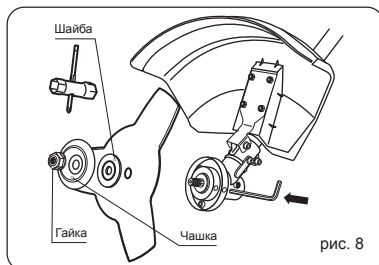

рис. 8
- Удерживая стопорный стержень одной рукой, надежно затяните гайку трубчатым ключом (входит в комплект поставки), поворачивая ее против часовой стрелки (Рис. 8).